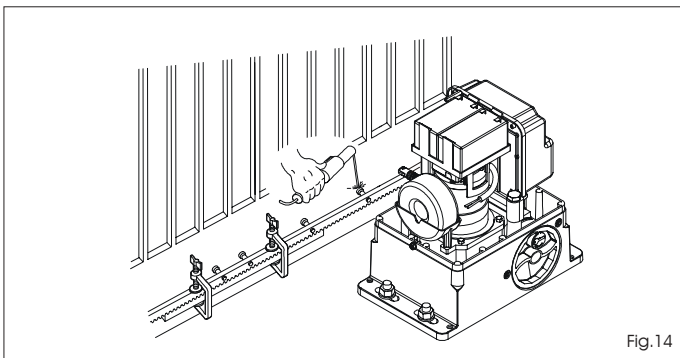

Fig.14
- 5) Acerque otro elemento de cremallera al precedente utilizando, para sincronizar la dentadura de los dos elementos, una pieza de cremallera como se indica en la Fig. 14.